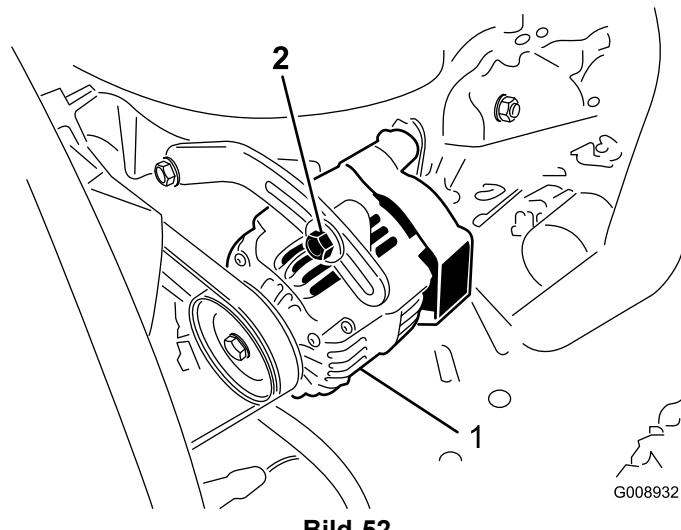

Bild 52
Prüfen Sie den Zustand und die Spannung der Treibriemen (Bild 52) alle 100 Betriebsstunden.
- Lockern Sie bei einer Durchbiegung von mehr oder weniger als 10 mm die Befestigungsschrauben der Lichtmaschine (Bild 52). Erhöhen oder reduzieren Sie die Spannung des Lichtmaschinen-Treibriemens und ziehen Sie die Schrauben wieder fest. Prüfen Sie die Riemenspannung noch einmal auf korrekte Einstellung.